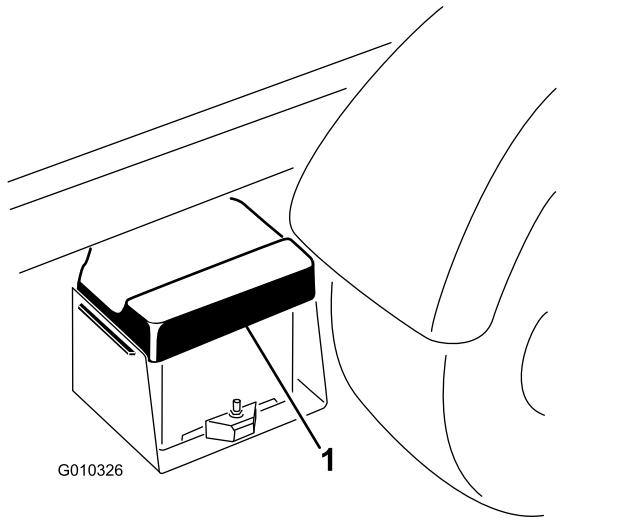

Figura 51
1. Apriete la tapa de la batería para liberar las pestañas de la base de la batería y retire la tapa de la base de la batería (Figura 51).